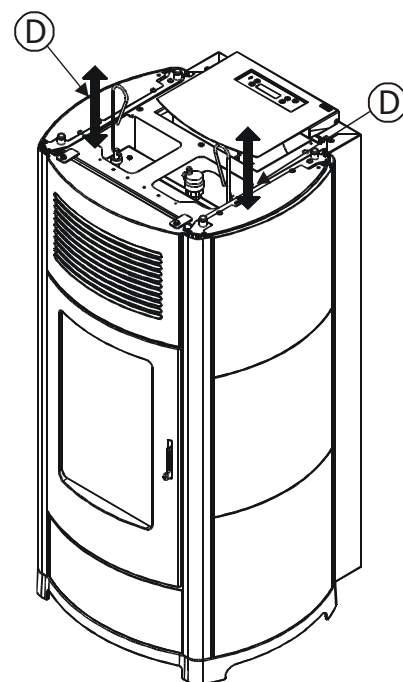

Figure 15A - Nettoyage du faisceau tubulaire interne moyennant des grattoirs (SUITE-CLUB-MUSA)
- **Poêles SUITE-CLUB-MUSA (Figure 15A)**